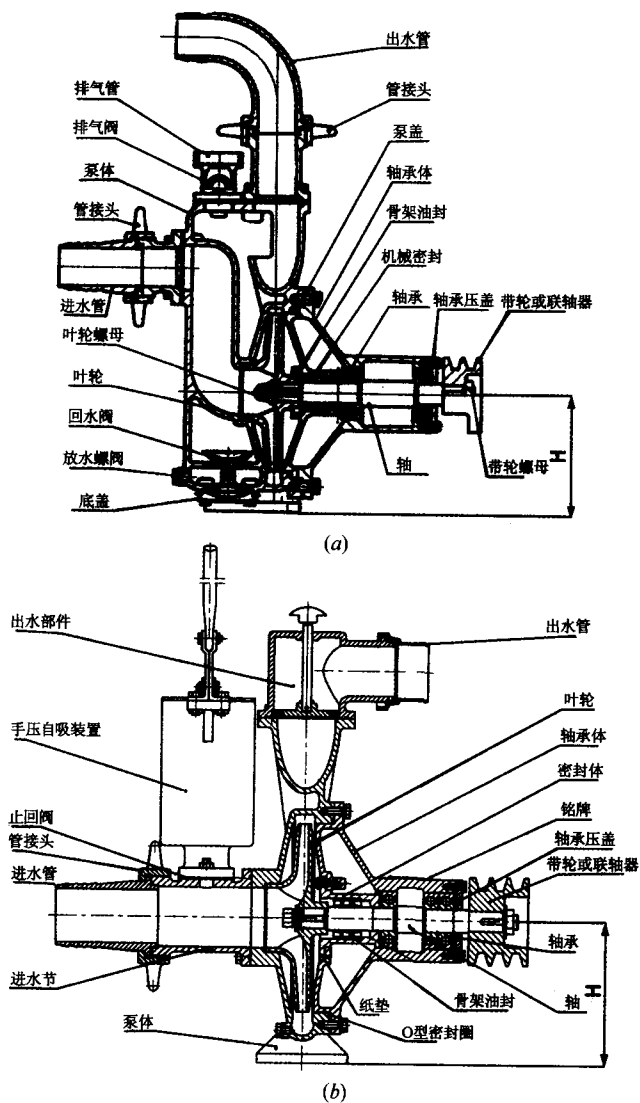

图 1-5 自吸离心泵
(3) 自吸离心泵(图 1-5) 这种泵在单级单吸离心泵(即 B 型泵)的基础上增加了自吸装置,其型号有 BPZ、ZB、SZB 型等,Z 表示自吸。特点是:工作时只要泵内有一定的贮水,泵便可自吸而工作。适用于农田排灌、喷灌、园林喷浇灌、井用提水和生活提水。